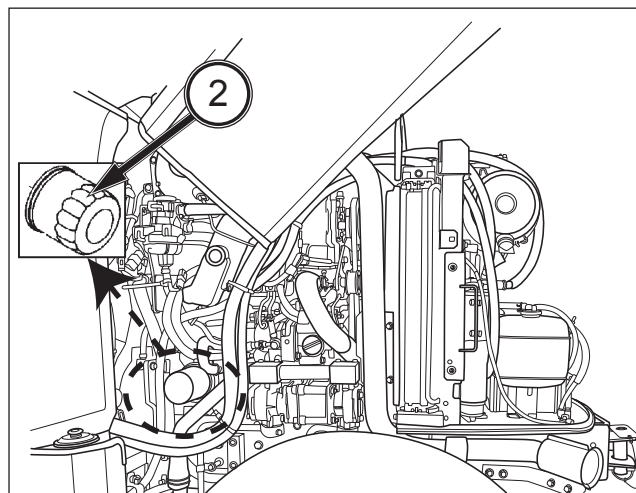

FIG. 108
FIG. 108 : pour remplacer le filtre à huile moteur - Retirez le filtre à huile (2) et mettez au rebut l'ancien filtre dans un point de collecte approprié. Assurez-vous que le joint d'origine du filtre est enlevé.